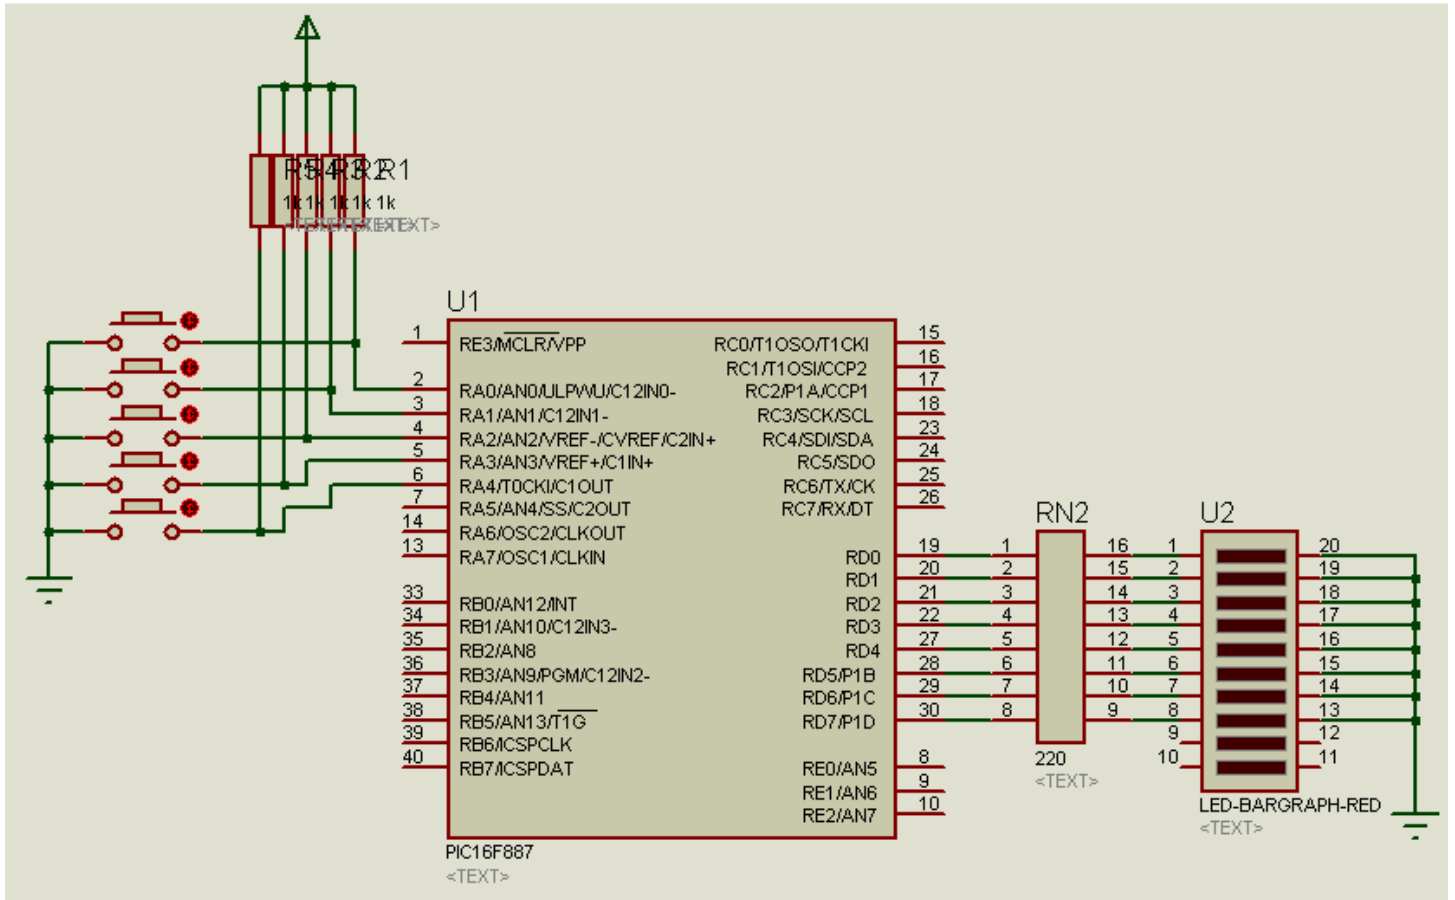

Figura 7.1
El siguiente programa, utiliza el timer 0 en modo contador, detectado y contándolo los cambios de nivel presentados en la terminal RA4/T0CKI, y al llegar la cuenta 10 prende un led conectado a RB7, arme el circuito de la figura 7.1, grabarlo en el microcontrolador, así como simularlo en PROTEUS.
- **Grabarlo circuito de la figura 7.1**